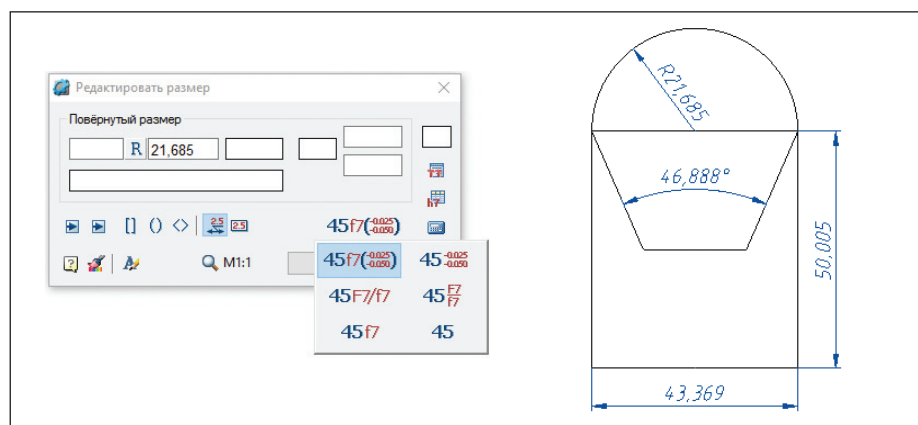

Рис. 2. Окно редактирования размеров и пример отображения на чертеже линейных, углового, радиального размеров
- размеры (линейные, параллельные, ординатные, угловые, дуговые, радиус, диаметр, групповые). Поддерживается создание цепочки размеров и размеров от общей базы (рис. 2). Расчет размерных цепей выполняется одним из двух методов на выбор: методом максимума/минимума или вероятностным методом. По результатам получаем таблицу расчета и график полей допусков. Существует функция автоматической простановки всех размеров чертежа. В окне команды указания размера перед численным обозначением можно выбрать тип размера, добавить информацию в виде допусков предельных отклонений;